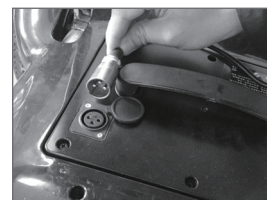

fig.6
- Branchez le connecteur du chargeur à la prise de la batterie. (voir fig.6)
PRISE DU CHARGEUR (VOIR FIG.6)